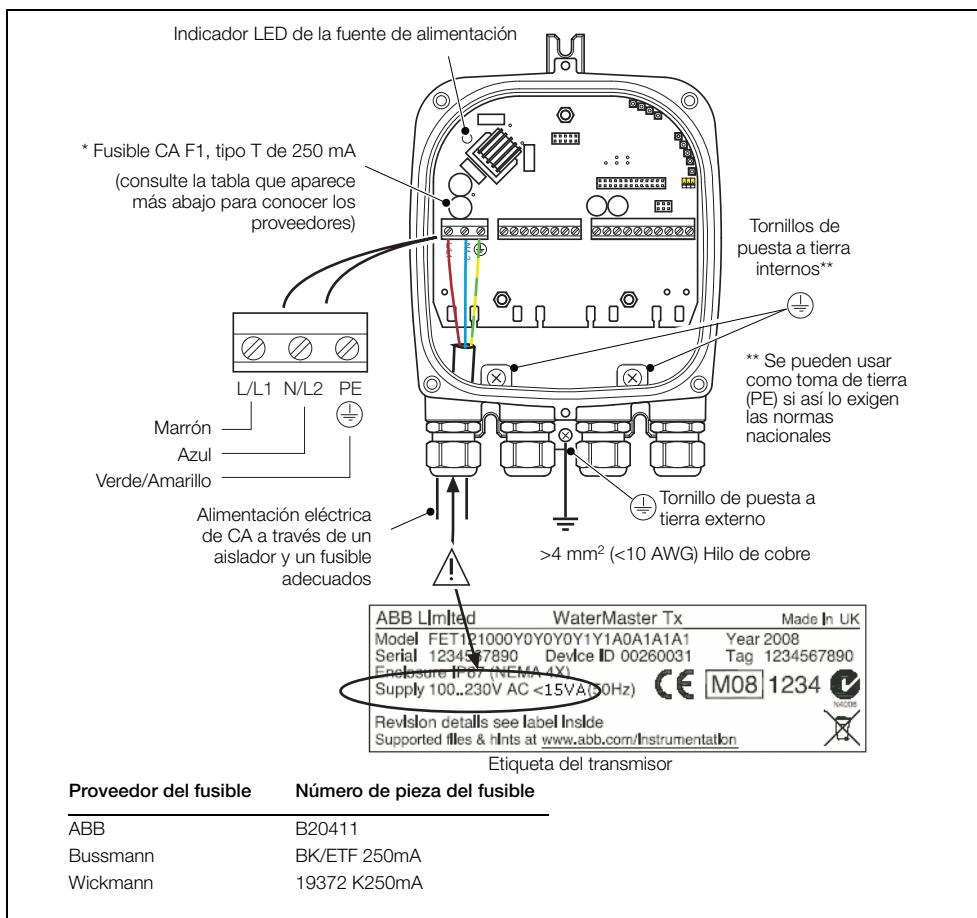
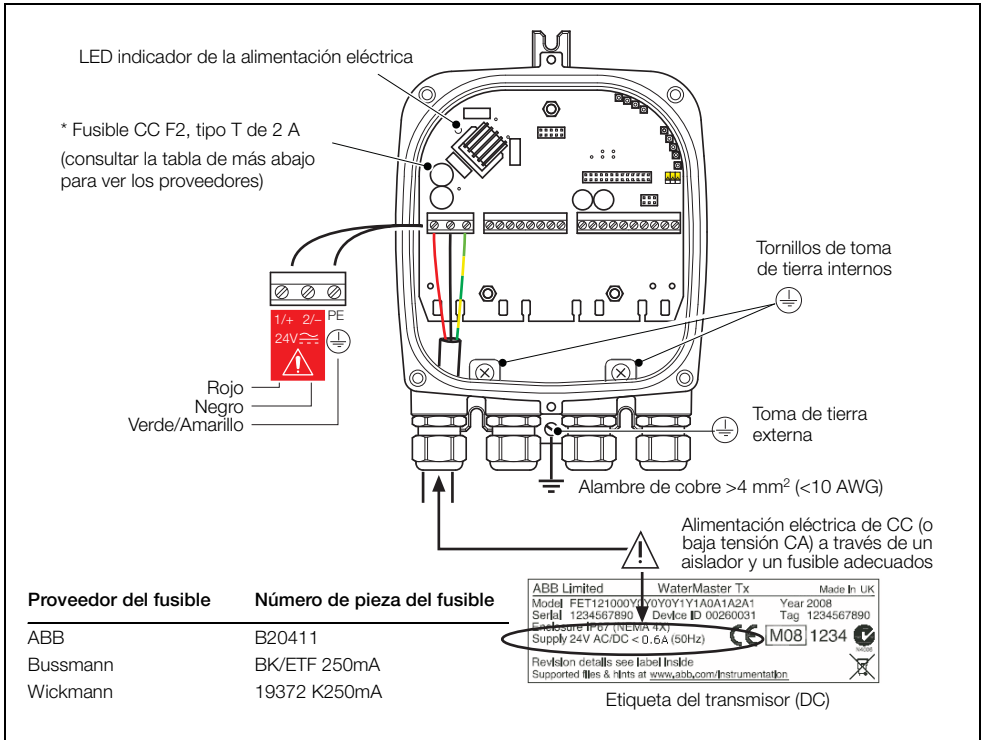

Fig. 4.18 Conexiones de la fuente de alimentación de CA
Fig. 4.19 Conexiones de alimentación eléctrica CC (y baja tensión CA)
- Sustituya los fusibles por la pieza correspondiente; consulte la Fig. 4.18 (Alimentación de CA) y la Fig. 4.19 (Alimentación de CC) en la página 27.
4. En instalaciones de alta integridad/seguridad, coloque el microinterruptor SW1 en la posición "ON" (sólo lectura), vea la Fig. 4.19, página 30.
5. Alinee la cubierta del transmisor con el alojamiento y apriete los cuatro tornillos (C) de la cubierta con cuidado.
6. En el caso de instalaciones de alta seguridad/integridad o en las que se requiere el cumplimiento de la MID, coloque sellos a prueba de manipulación no autorizada en el dispositivo de protección (D).
Nota. Si se muestra esta pantalla en un transmisor integral, compruebe que el microinterruptor SW3 está en la posición "ON" (vea la Fig. 4.19, página 30).
Para corregir el problema, ponga el microinterruptor SW3 en la posición "OFF" (vea la Fig. 4.19, página 30).